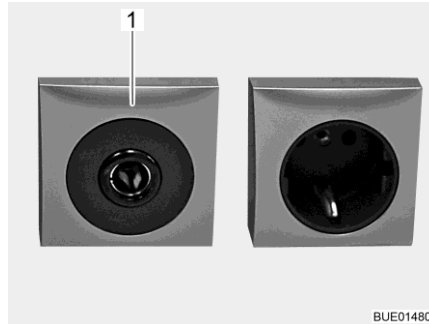

Bild 107 Steckdose 12 V/10 A
- ▷ An die Steckdosen (Bild 107,1) des 12-V-Bordnetzes nur Geräte mit maximal 10 A anschließen.